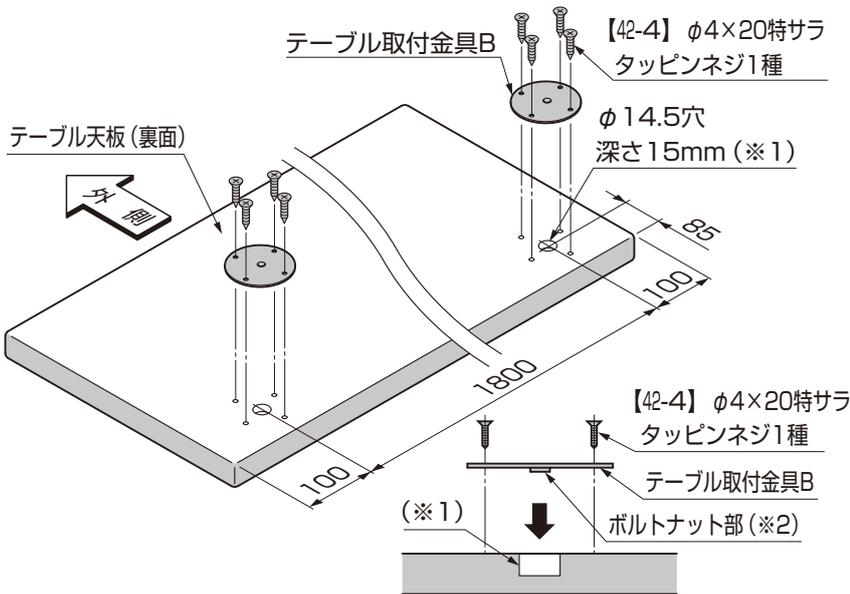

図3-1 ボルトナット部の勘合
- ①取付けサイズに合わせて、内装用枠材Aを切断(現場加工)してください。(表3-1、表3-2参照)
- ②内装用枠材Aに、内装用枠材Bまたは内装用枠材Cを突き当てて、内装用枠材固定金具を当てて、φ3.5の下穴(現場加工)(※2)をあけてください。(図3-1、図3-2参照)
- ③内装用枠材Aに、内装用枠材Bと内装用枠材Cを【43-1】で取付けてください。
- 内装用枠材Bは、内装用枠材Aの端面に合わせて(※4)取付けてください。(図3-1参照)